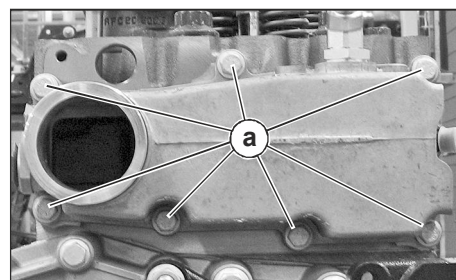

Рис. 54. Снятие коробки слива ОЖ с головки цилиндров.
7. Отвернуть 7 болтов крепления коробки слива охлаждающей жидкости с головки цилиндров (а) (310022) (см. Рис. 54).